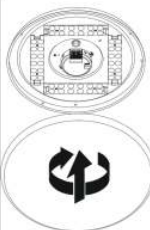

fig.5
- 6. fig. 5:** Coloque la cúpula en la base (Sistema de bayoneta).